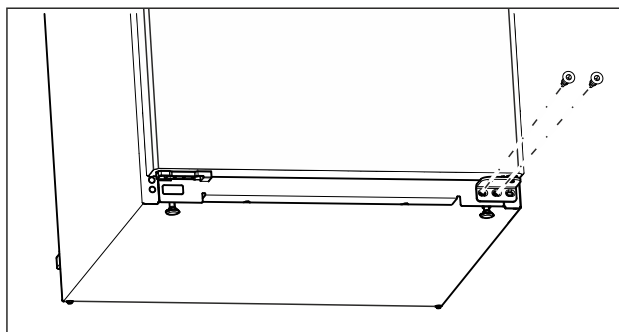

Fig. 14
- Izskrūvējiet vidējo skrūvi apakšējā gultņa balstā ar skrūvgriezi Torx 20. (skat. Fig. 14)
- Izskrūvējiet iekšējo skrūvi apakšējā gultņa balstā ar skrūvgriezi Torx 20. (skat. Fig. 14)